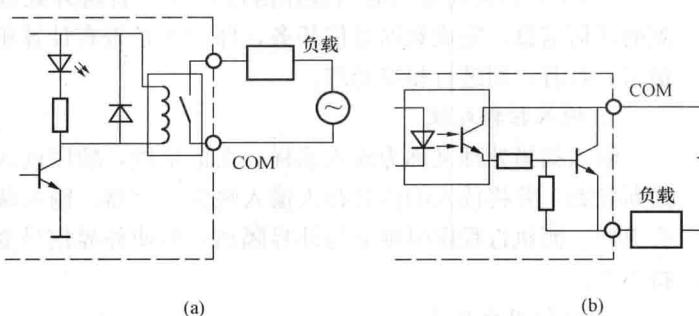

图 1-3 输出接口电路
(2) 输出接口电路。PLC 的输出有三种形式：继电器输出、晶体管输出、晶闸管输出。图 1-3 给出了 PLC 的输出电路图。每种输出都采用电气隔离技术，电源由外部供给，输出电流一般为 0.5~2A，输出电流的额定值与负载的性质有关。